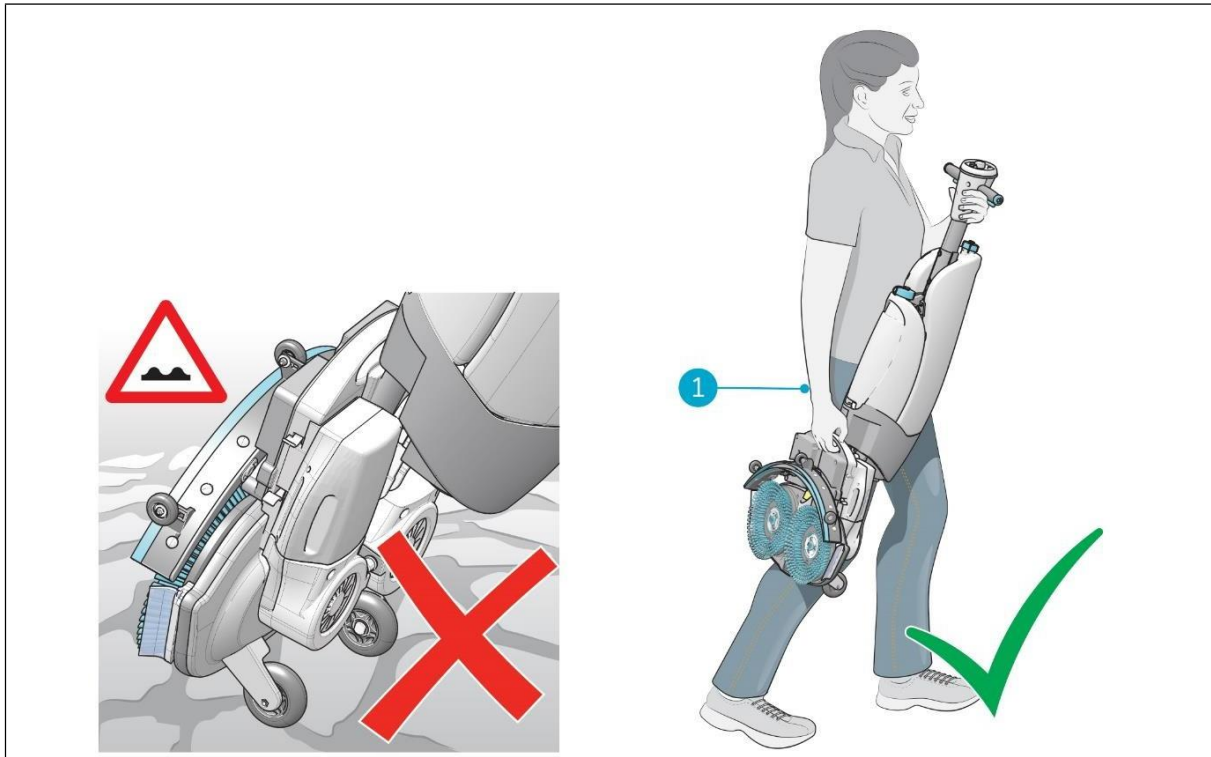

Figura 5
2. Transporte la i-mop XL basic con una mano y sujete el mango con la otra (figura 5, punto 1).